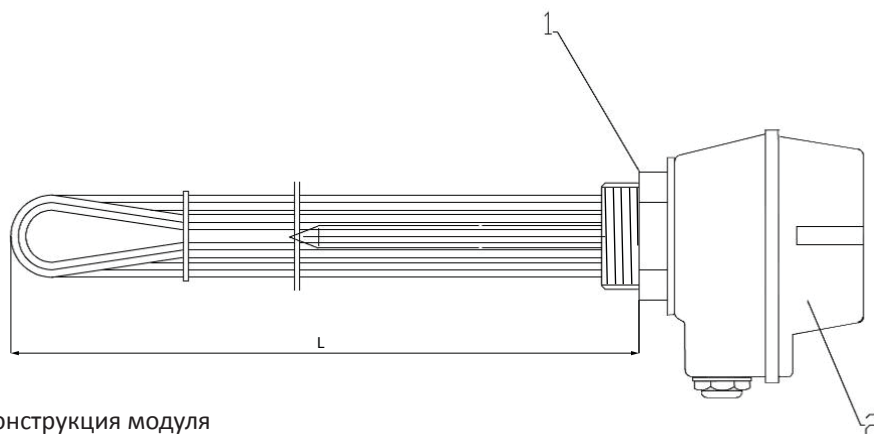

Рис. 1 Конструкция модуля
2. Вывинтить пробку, закрывающую соединительный штуцер. Ввинтить на ее место электрический модуль (рис. 1, п. 1) – резьбу нужно уплотнить паклей или другими доступными уплотняющими средствами.
6. Отвинтить переднюю часть коробки (рис. 1, п. 2),